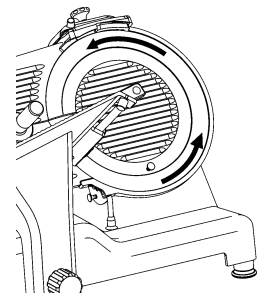

Abb. 19
Die Drehrichtung des Schneideblatts überprüfen, indem man den Druckknopf "I" (ON) einschaltet und gleich darauf mit, "0" OFF ausschaltet. Von der Schneideblattabdeckung aus gesehen muss das Schneideblatt im Gegenuhrzeigersinn drehen (Abb.19). Sollte das Schneideblatt nicht richtig